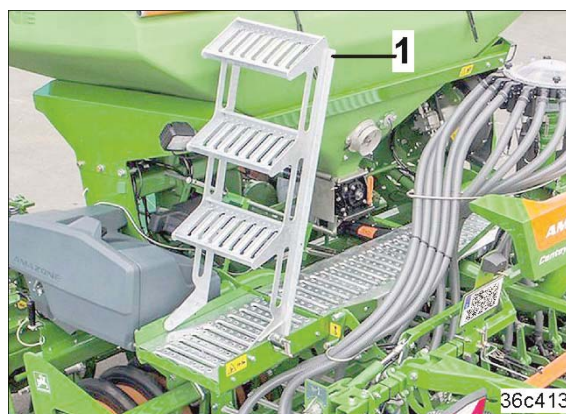

Рис. 120
1. Сложите лестницу (Рис. 120/1).